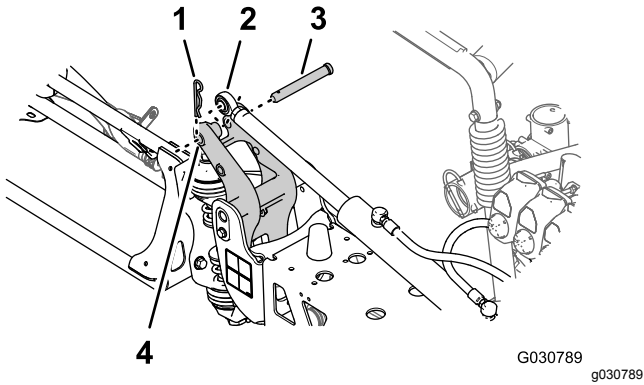

Bild 123
6. Fluchten Sie das Stangenende des Hubzylinders mit dem Loch (5 mm) im Horn des Drehzapfen-Anschlussstückes aus (Bild 123)
7. Befestigen Sie den Hubzylinder mit dem Lastösenbolzen und Splint (Bild 123), die Sie in Schritt 2 in Entfernen der Hubzylinder \(Seite 24\) entfernt haben, am Drehzapfen-Anschlussstück.